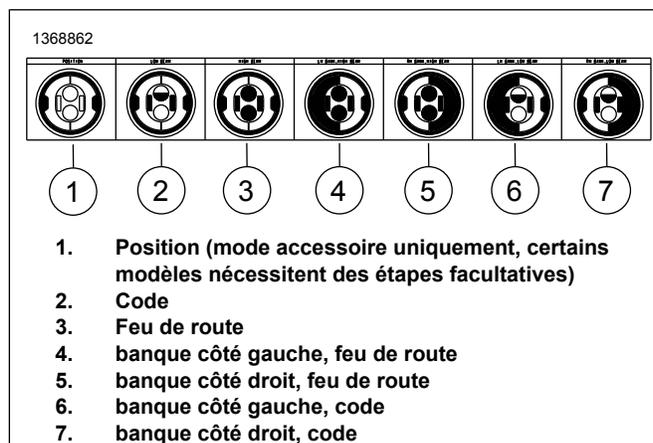

Figure 2. Modes de fonctionnement
*En raison de sa conception optique, le phare, vu de dessus, peut donner l'impression que l'optique centrale supérieure n'est pas allumée en code. Il est possible de vérifier cette caractéristique en s'équipant de lunettes de protection et en examinant l'optique sous un angle ascendant. Voir Figure 2 pour le diagramme d'éclairage de l'optique.*